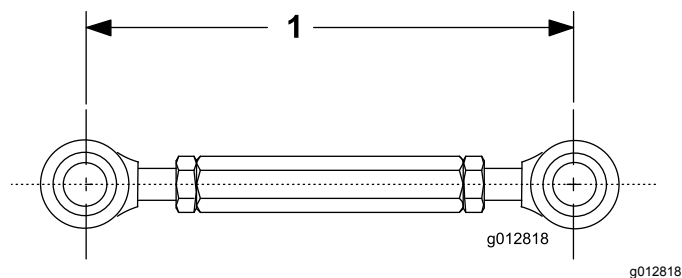

Figura 9
4. Regolate la lunghezza dell'attacco filettato a 19 cm e serrate i controdadi (Figura 9).